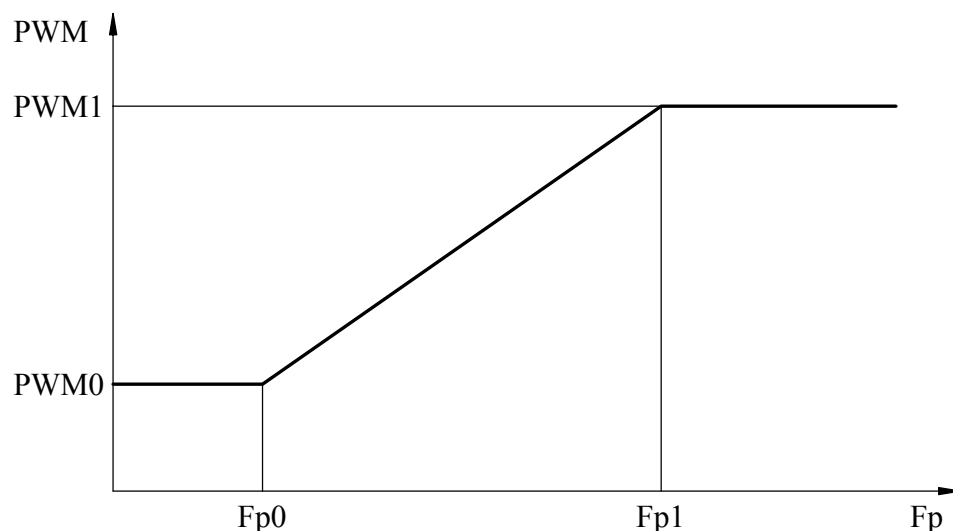

Рис. 8. Зависимость выходного относительного напряжения от частоты и табличных параметров.
3.8.7. Тип 4 – параметры кривой выходного относительного напряжения ($PWM=f(Fr)$) (**рис.8**). Параметры устанавливаются исходя из минимизации выходной мощности, подаваемой на двигатель и из того, что не должна срабатывать защита по току, величина которой аппаратно установлена в *Устройстве*.